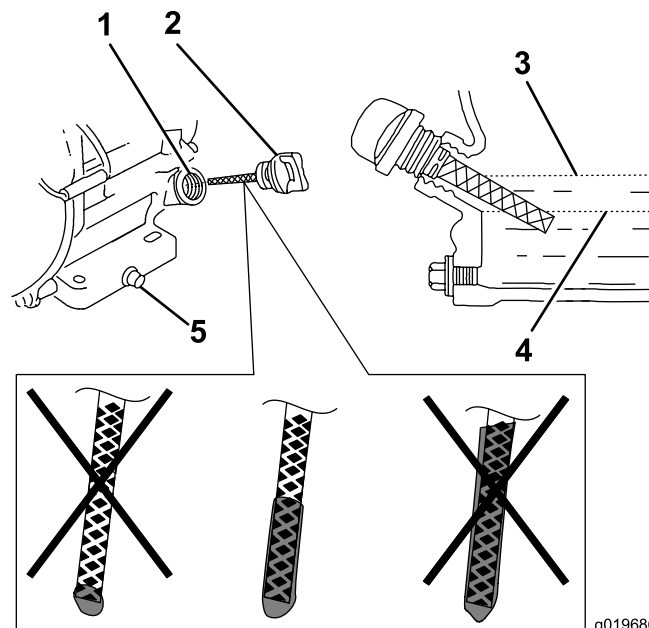

**Figure 29**
2. Positionnez la machine de sorte que le moteur soit de niveau et nettoyez la surface autour du tube de remplissage (Figure 29).
3. Enlevez le bouchon de vidange, la rondelle et sortez la jauge (Figure 29).